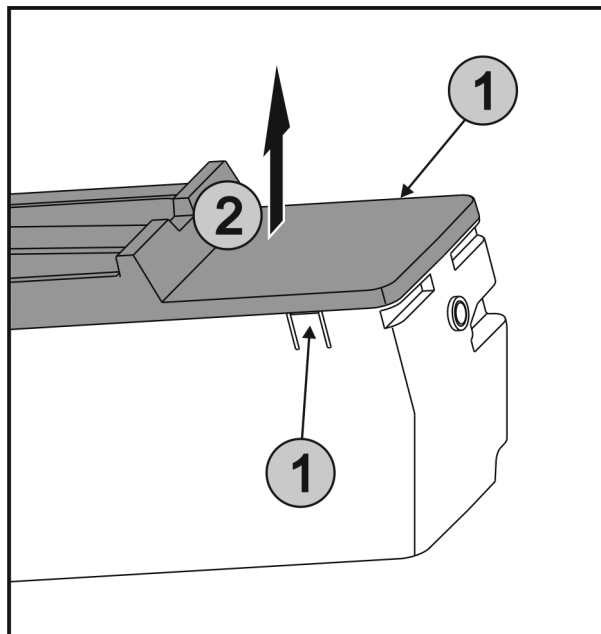

Fig. 64
- ▶ Одновременно нажать на накладки Fig. 64 (1) на обеих сторонах EasyTwist-Ice и снять крышку Fig. 64 (2) движением вверх.